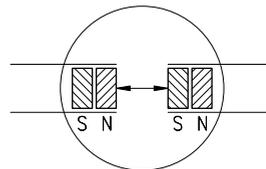

Abb. 10: Ermittlung der Polarität. Ansetzen des Magnetbandes
- Vor dem Ansetzen die Polarität überprüfen. Die beiden Enden müssen sich anziehen (ggfs. Kompassnadel benutzen). Falls gleiche Polarität, ein Band um einen halben Polabstand kürzen (Abb. 10).